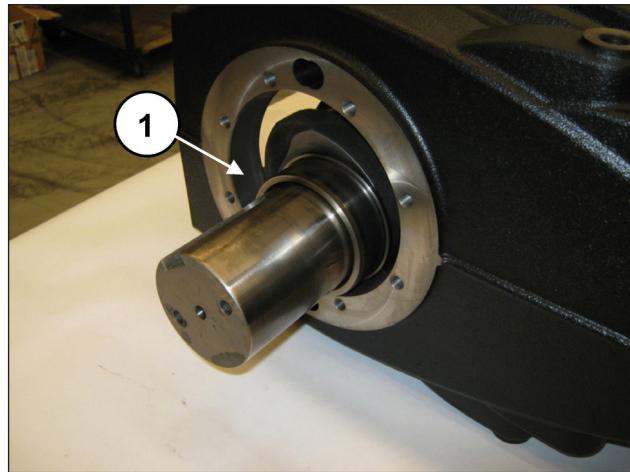
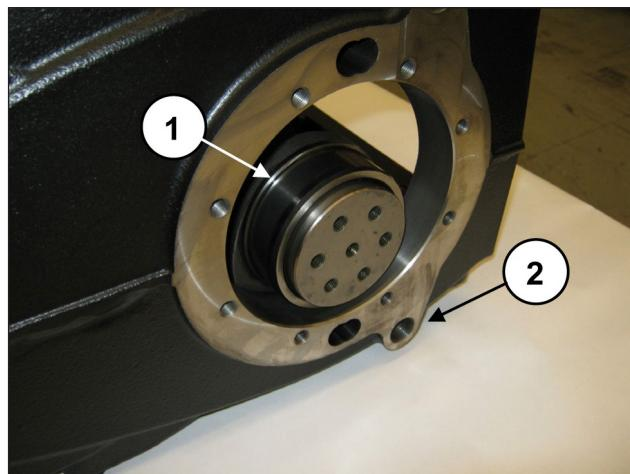

图 51
图 52
曲轴的安装必须令动力输出轴侧的对面与泵壳排油塞孔G1/2”相对（位置②，图 52）。
直至轴完全插入曲轴箱中（位置①，图 51 和 图 52）。